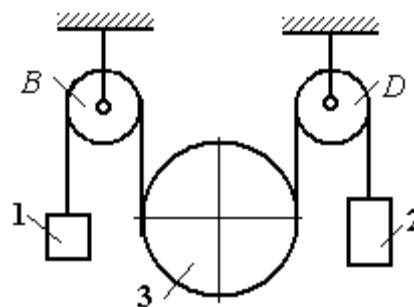

Рис. 6.24. Механическая система с двумя степенями свободы
**Задача 70.** Грузы 1 и 2 весом  $P_1 = 20$  Н и  $P_2 = 30$  Н привязаны к нерастяжимой нити. Нить переброшена через неподвижные блоки  $B$  и  $D$  и охватывает снизу подвижный блок 3 весом  $P_3 = 40$  Н (рис. 6.24). Определить ускорения грузов 1 и 2 и центра масс блока 3. Весом неподвижных блоков  $B$  и  $D$  пренебречь.